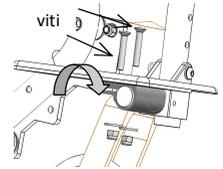

fig. 10.3: Regolazione inclinazione
- **Regolazione angolo di inclinazione del poggia piedi** (fig. 10.3):